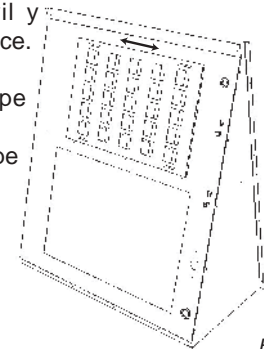

Fig. 10
**0-25 % de aire exterior manual (fig. 10)**